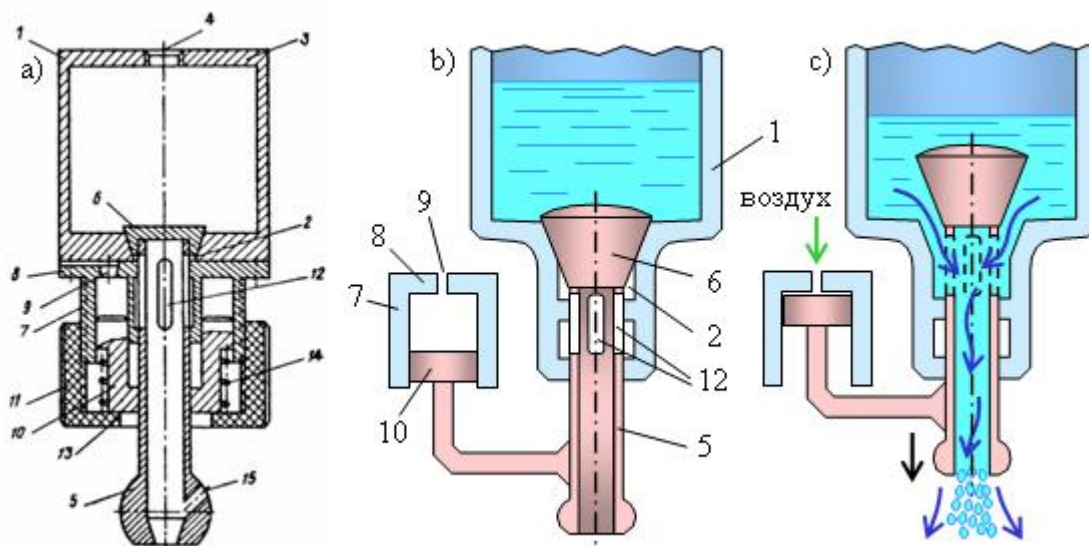
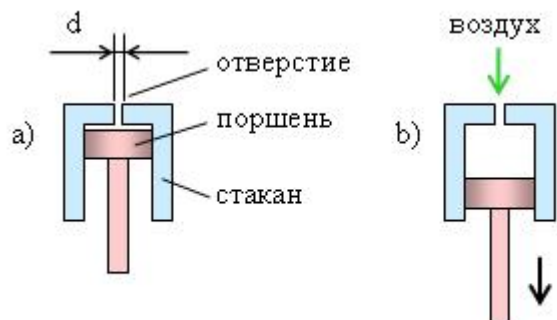

Рис. 3. Устройство для дозированной подачи жидкости по а.с. № 1194388
Рис. 8. Пневматическое устройство задержки времени по а.с. № 1194388
Авторы фактически просто модернизировали кран раковины (рис. 3). Стержень 5 выполнили полым и соединили с поршнем 10. Если снизу надавить на стержень, клапан 6 поднимается и вода сквозь полый стержень течет наружу (см. поз. b и c).
12 - отверстия в стержне (нумерация та же, что и на рис. 3)
2. Устройство для дозированной подачи жидкости по а.с. № 1194388 (рис. 3);
На рис. 8 схематически показано как работает "воздушное" устройство задержки времени. При опускании поршня вниз во внутреннюю полость стакана поступает воздух через отверстие в его доннышке. Так как диаметр d отверстия небольшой, поршень опускается медленно. Все это время клапан в кране приподнят (см. рис. 3) и вода из ручмойника сквозь полый стержень льется наружу.
2. Пневмоустройство задержки времени (рис. 8). Поршень и стакан трутся друг о друга, поэтому должны быть точно подогнаны, а это будет дорого стоить. В качестве рабочего тела в ручной мойке лучше использовать не воздух, а воду. Поэтому из этой системы не будем брать ничего.